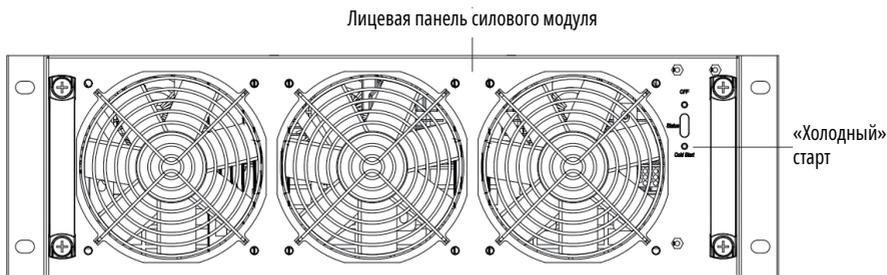

Рисунок 5.2. Расположение кнопки «холодного» старта силового модуля
- После начала работы модуля мониторинга необходимо нажать кнопку холодного запуска силового модуля, расположенную на его передней панели (см. Рисунок 5.2). Модуль начнет работать, и система будет выполнять следующие за этапом 3 действия в режиме нормального запуска. Система запустит выпрямитель, затем инвертор. Весь процесс запуска занимает около 60 с, и система перейдет в режим АКБ.